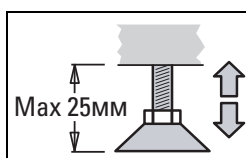
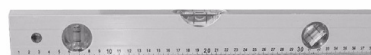

Рис. 8
Рис. 9
- рядом с потоками воздуха (около дверей, окон, кондиционеров и т.д.), скорость которых превышает 0,2 м/сек. Уберите деревянный поддон (используемый для транспортировки) и установите регулируемые ножки (Рис. 8), расположив их так, чтобы выровнять витрину горизонтально, используя для этого пузырьковый уровень (Рис. 9). Каждый раз при перестановке витрины необходимо проверять правильность ее выравнивания.